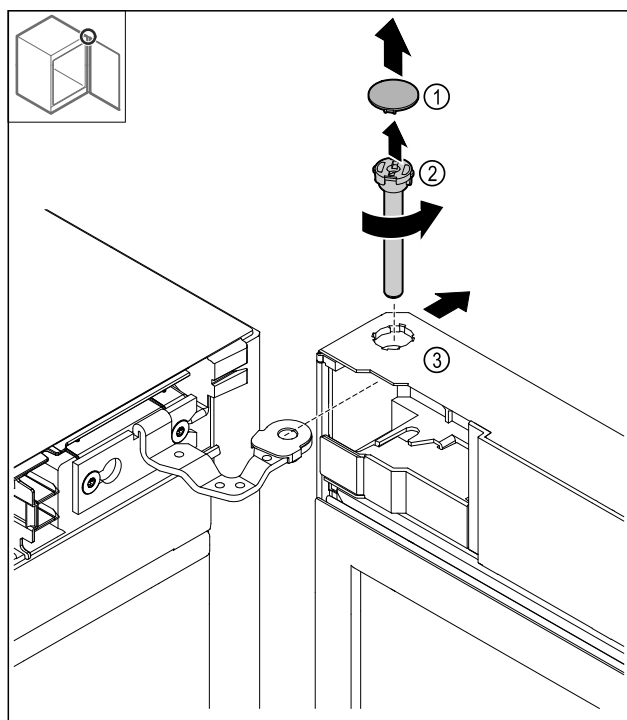

Fig. 19
- Võtke kate Fig. 19 (1) ära.
- Vabastage polt Fig. 19 (2) vastupäeva ja eemaldage.
- Kallutage veidi ust Fig. 19 (3).